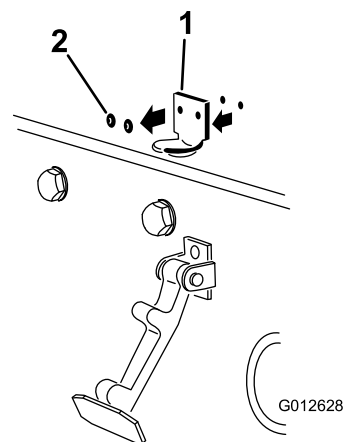

Figura 4
2. Retire os 2 rebites que prendem o suporte do trinco ao capot (Figura 4).